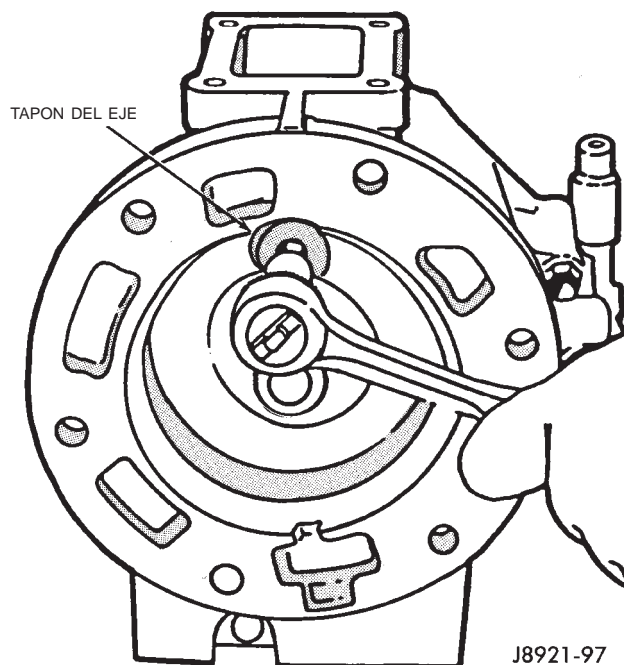

Fig. 42 Instalación de tapón de eje del brazo del cambiador
(14) Instale y apriete el tapón del eje del brazo del cambiador con una torsión de 18 N·m (13 lbs. pie) (Fig. 42).